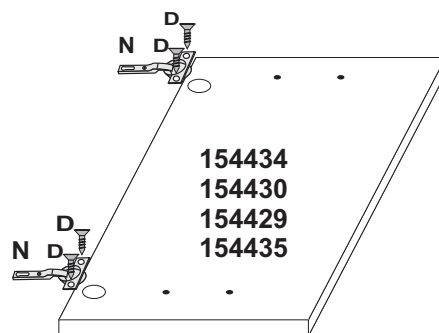

FIGURA 03
- 3 - Fixar a dobradiça nas peças 154434, 154430, 154429 e 154435 usando parafuso 35x12 (D). FIGURA 03
- 4 - Fixar o puxador (R) nas peças 154434, 154430, 154429, 154435, 154431 e 154432 usando parafuso 35x25 (G).
- 5 - Fixar a cantoneira de parede (M) nas peças 154440, 154441 e 154442, usando parafuso 6,0x60 (F) e bucha de fixação (K).